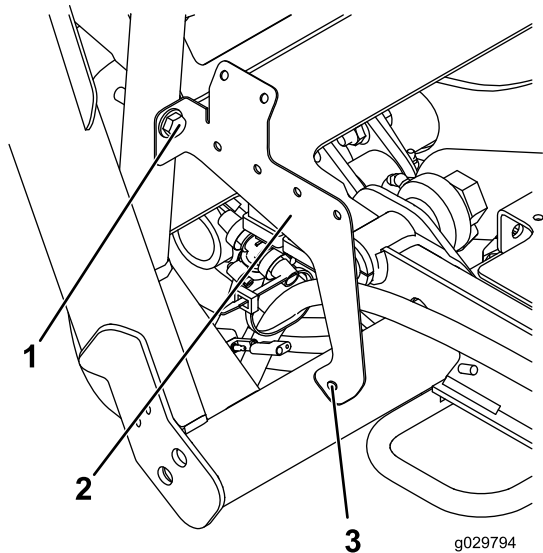

Bild 25
1. Befestigen Sie die Relaishalterung mithilfe einer Schraube (3/8 x 2"), einer Scheibe (0,406") und einer Mutter (3/8") locker am Rahmen, so wie in Bild Bild 25 gezeigt.
2. Markieren Sie die in Bild Bild 25 gezeigte Stelle.